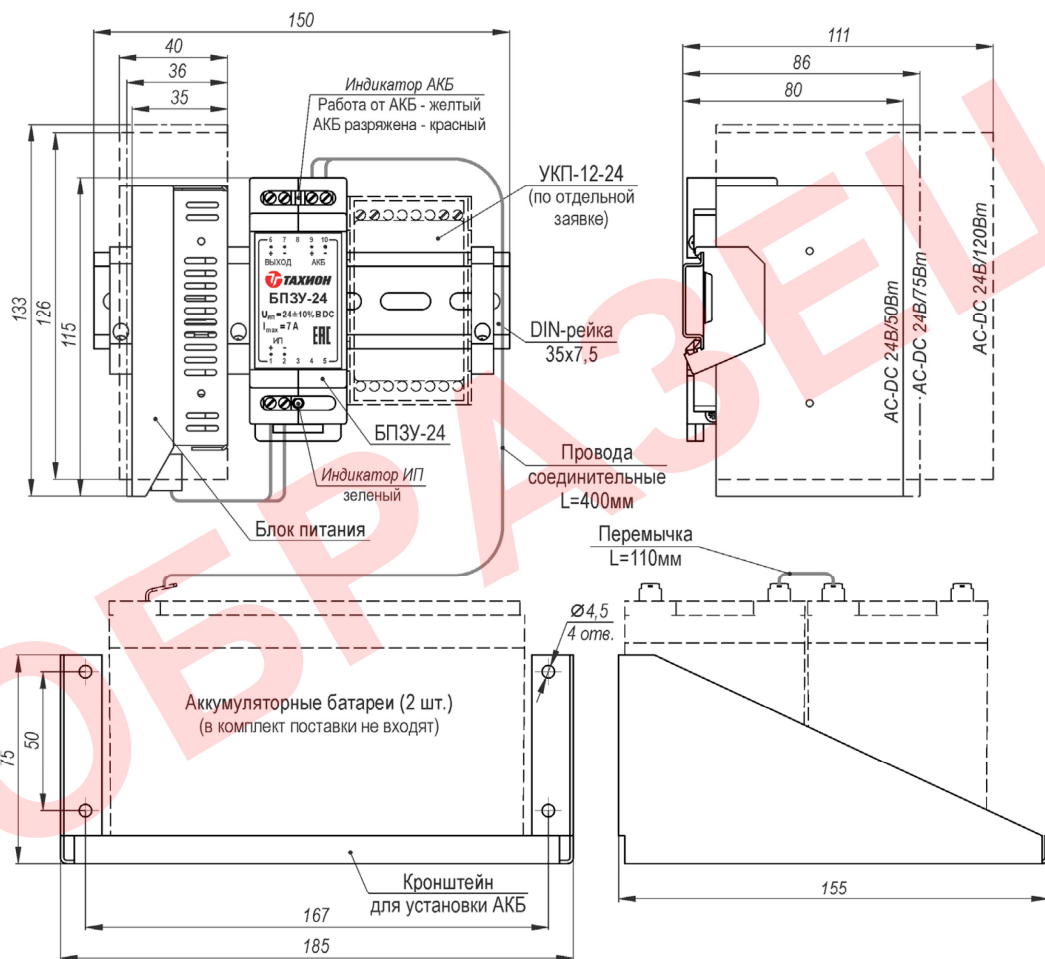
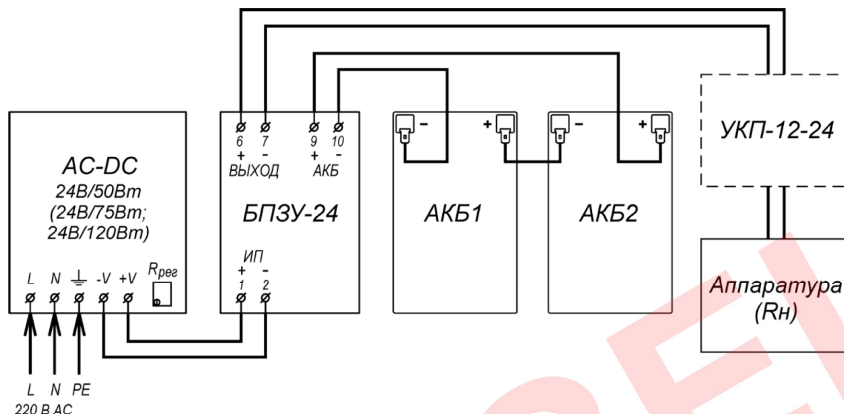

Рисунок 1 – Устройство, габаритные и установочные размеры
Рисунок 2 – Схема электрическая принципиальная
12. Габаритные размеры см. рисунок 1
Подключение цепей изделий производится в соответствии со схемой электрической принципиальной (рисунок 2). Для подключения необходимо:
2. Установить аккумуляторные батареи на кронштейн (рисунок 1) и подключить ее проводами соединительными к контактам 9 (+) и 10 (-) БПЗУ-24, соблюдая полярность. Соединить аккумуляторы перемычкой.
4. Подать трехпроводным кабелем напряжение питания 220 В AC на соответствующие контакты блока питания, при этом фазный провод (L) соединить с контактом L, нулевой провод (N) с контактом N, а провод заземления соединить с контактом $\perp$.
5. При необходимости отрегулировать значение выходного напряжения при помощи потенциометра «Ррег» (рисунок 2).